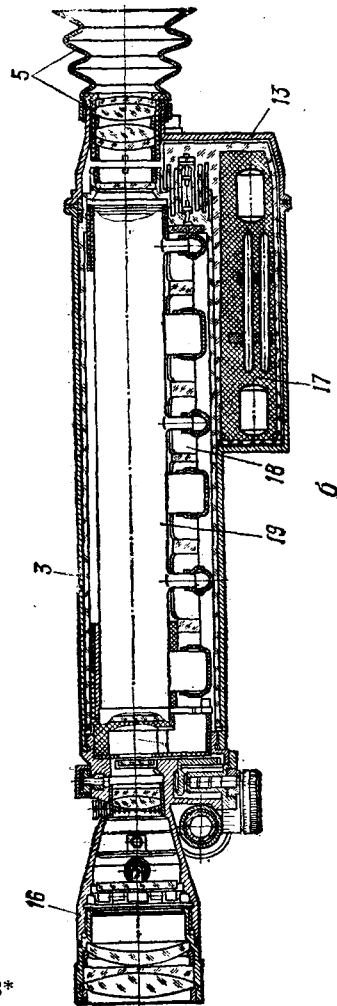

Рис. 38. Общий вид прицела НСП-3:
47. Прицел НСП-3 (рис. 38) состоит из корпуса прицела с зажимным устройством, объектива с механизмами выверки и установки прицела и светофильтров, электронно-оптического преобразователя с делителем напряже-